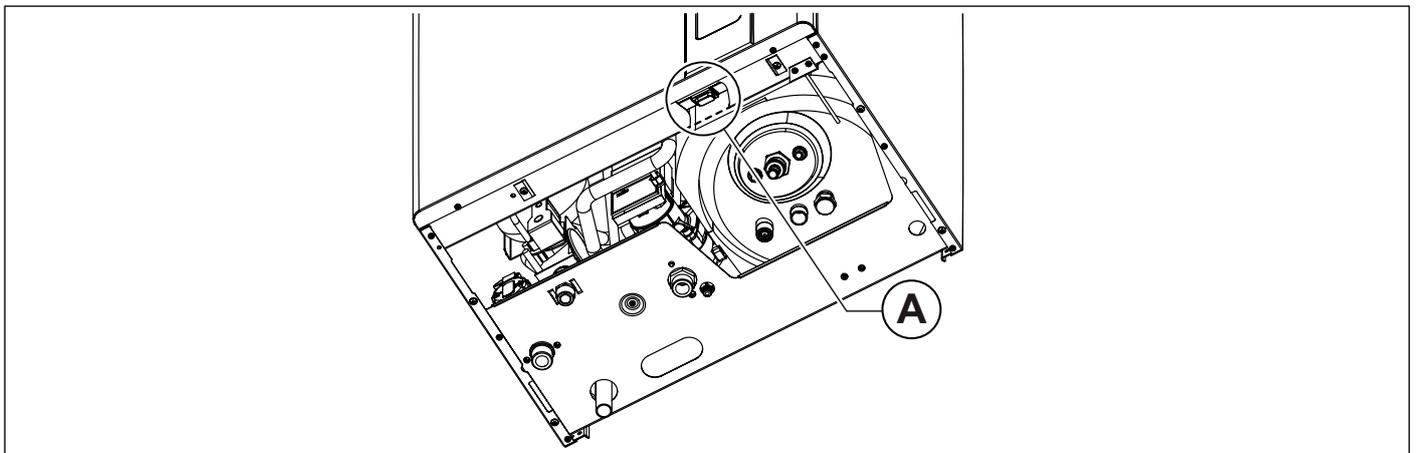

Abb. 2 Stromzufuhr am Geräte Ein-/Ausschalter
- Die Stromzufuhr (A) einschalten (siehe Abb. 2 *Stromzufuhr am Hauptschalter*).